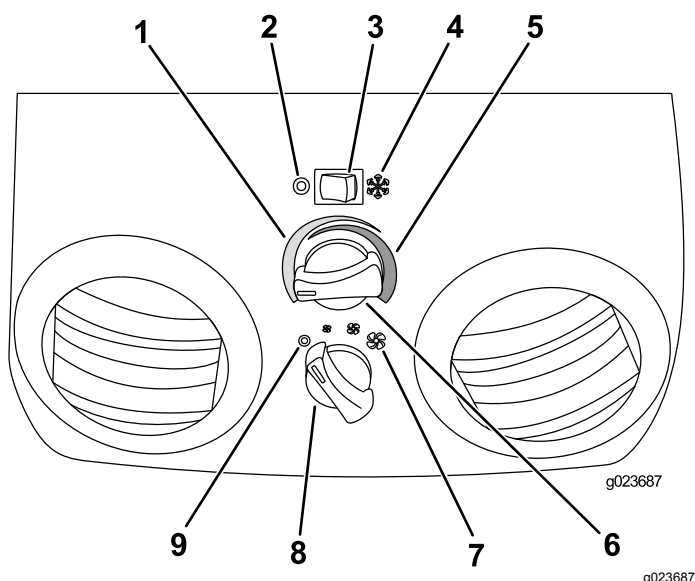

Рисунок 53
1. Нажмите переключатель КОНДИЦИОНИРОВАНИЯ ВОЗДУХА вправо, чтобы включить систему кондиционирования (положение ВКЛ) (Рисунок 53).
3. Поворачивайте РЕГУЛЯТОР ТЕМПЕРАТУРЫ влево, пока не достигнете требуемой температуры (Рисунок 53).
4. С помощью регулятора СКОРОСТИ ВЕНТИЛЯТОРА установите низкую, среднюю или высокую скорость (Рисунок 53).
1. Нажмите переключатель КОНДИЦИОНИРОВАНИЯ ВОЗДУХА влево, чтобы отключить систему кондиционирования (положение ВЫКЛ) (Рисунок 53).
3. Поворачивайте РЕГУЛЯТОР ТЕМПЕРАТУРЫ вправо, пока не достигнете требуемой температуры (Рисунок 53).